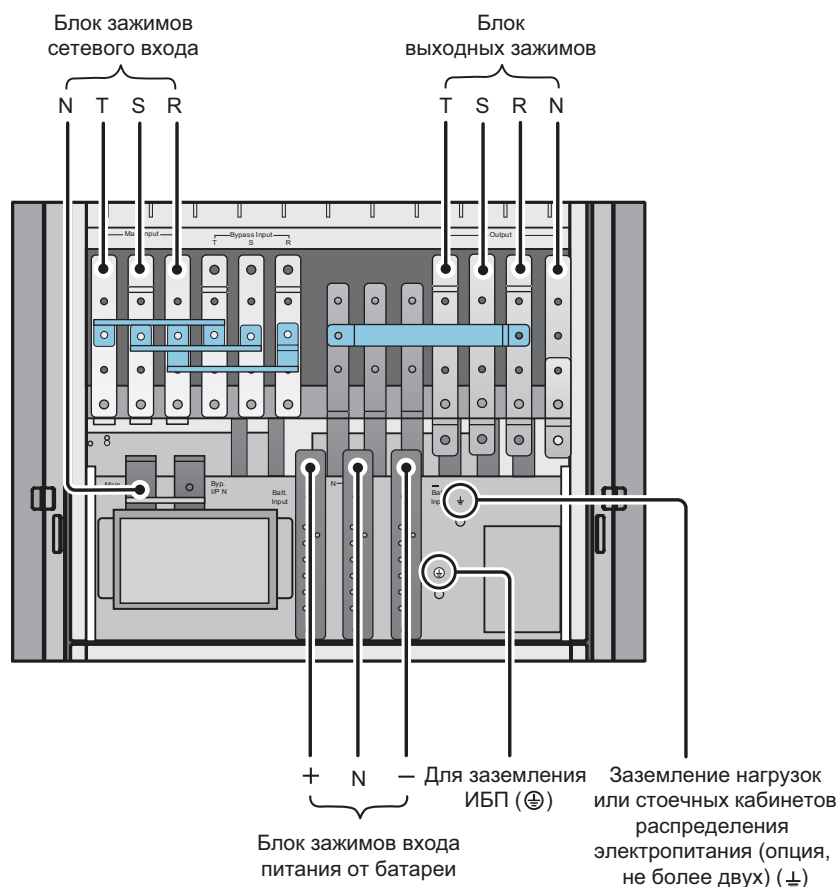
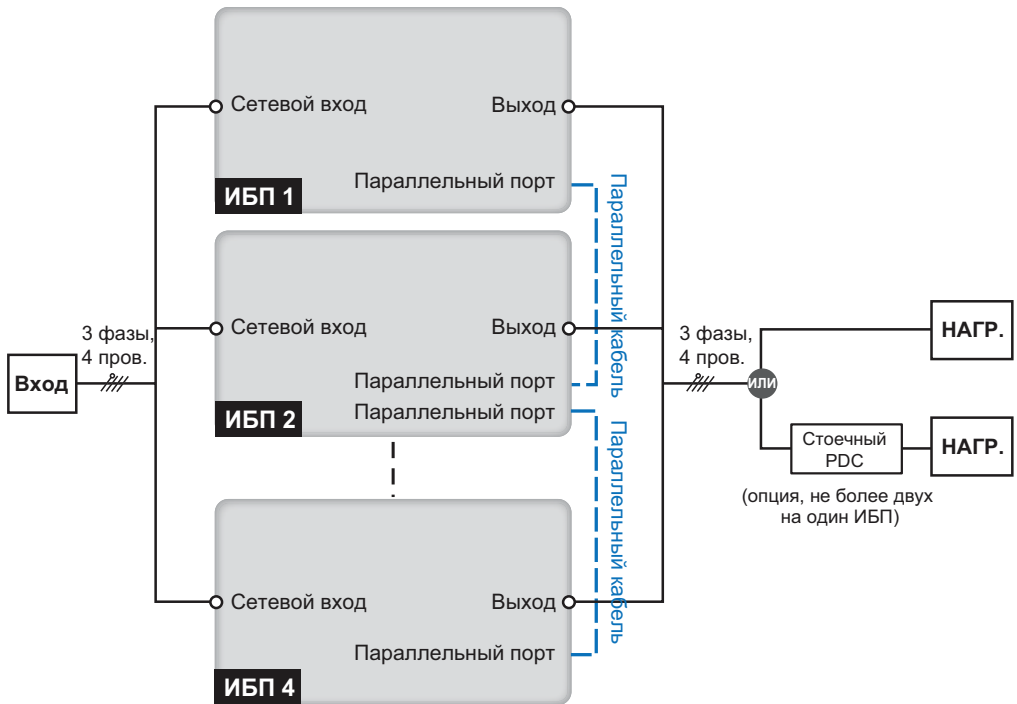

Рис. 5-8. Схема подключения в конфигурации с одним входом (одиночный ИБП)
Рис. 5-10. Схема подключения в конфигурации с одним входом (параллельные ИБП)
5. Подключите к блоку зажимов ИБП источник переменного тока, нагрузки, стоечный PDC (опция, не более двух), внешний батарейный кабинет и заземление. См. **Рис. 5-8**. Следуйте указаниям Руководства по эксплуатации PDC относительно монтажа, подключения, вентиляции и работы с этим устройством.
2. Подключите к блоку зажимов ИБП источник переменного тока, нагрузки, стоечный PDC (опция, не более двух), внешний батарейный кабинет и заземление. См. **Рис. 5-8** и **Рис. 5-10**. Следуйте указаниям Руководства по эксплуатации PDC относительно монтажа, подключения, вентиляции и работы с этим устройством.